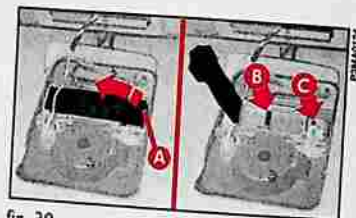

fig. 30
4) Appuyer sur la languette **A**-fig. 30 pour ouvrir le boîtier des lampes.